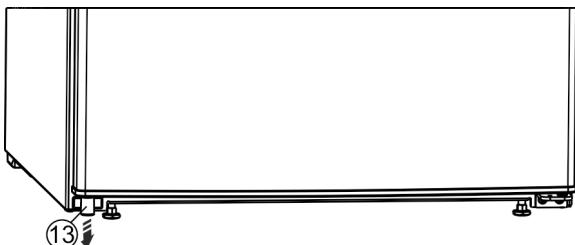

Fig. 13 *
- ▶ Hiqni nga dera pjesën distancuese Fig. 13 (13) majtas poshtë.*